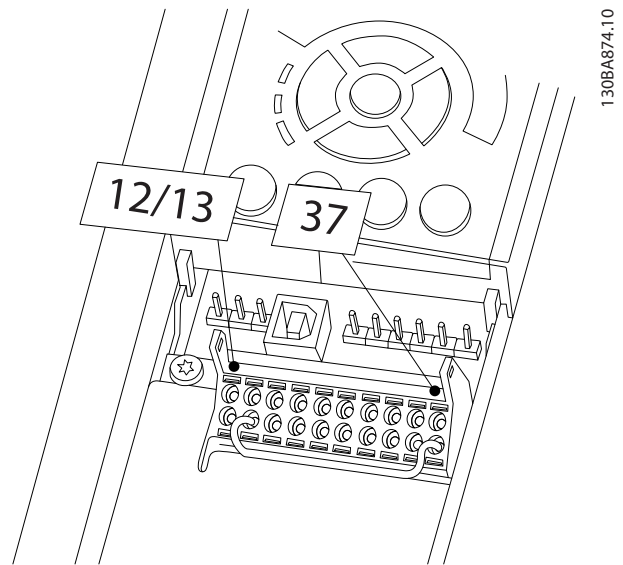

图 3.39 端子 12/13 (24V) 与 37 之间的跳线
1. 取下端子 37 与 12 或 13 之间的跳线。仅断开该跳线还不足以避免短路。(请参阅图 3.39 中的跳线。)